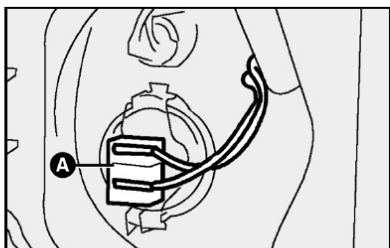

fig. 18
2) soltar o conector **A**-fig. 18 de alimentação da lâmpada;